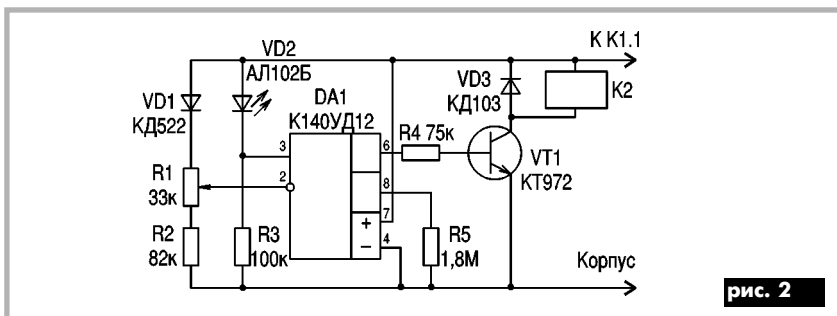

рис. 2
При пропадании напряжения сети реле К1 своими нормально замкнутыми контактами К1.1 замыкает цепь питания блока 1 – компаратора, служащего для контроля разряда батареи аккумуляторов. Компаратор (рис.2) сравни-
**Детали.** DA1 – любой интегральный стабилизатор от К142ЕН5 до К142ЕН8 (от 5 до 15 В). Трансформатор Т1 мощностью 5–10 Вт. Его следует проверить на длительное включение под нагрузкой R1. При мощности 0,5 Вт DA1 можно устанавливать без радиатора. Микросхема К140УД12 (см. рис.2) выбрана исходя из малого потребления тока при использовании маломощных никель-кадмиевых аккумуляторов (НКА). Реле подбирают по напряжению батареи и рабочему току через контакты. К1 подбирают по напряжению, снимаемому с моста VD1, которое должно быть выше, чем напряжение батареи (для НКА 1,35 В на аккумулятор, для свинцово-кислотной батареи 14,2 В). Транзисторы любые, соответствующей полярности и мощности.
Однако в указанной публикации отсутствует такая важная (из-за ее миниатюрности) деталь, как монтажная схема предложенного блока питания. На рис.2 показана печатная плата этого блока питания часов от электрической сети.